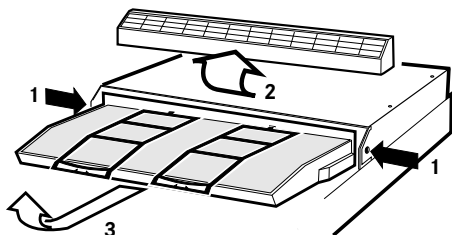

Fig. 9
Trykk inn klipsene på begge sider av ventilatoren (1) og løft løs fronten (2). Dra deretter ut og løft løs filterholderen (3), Fig. 9.